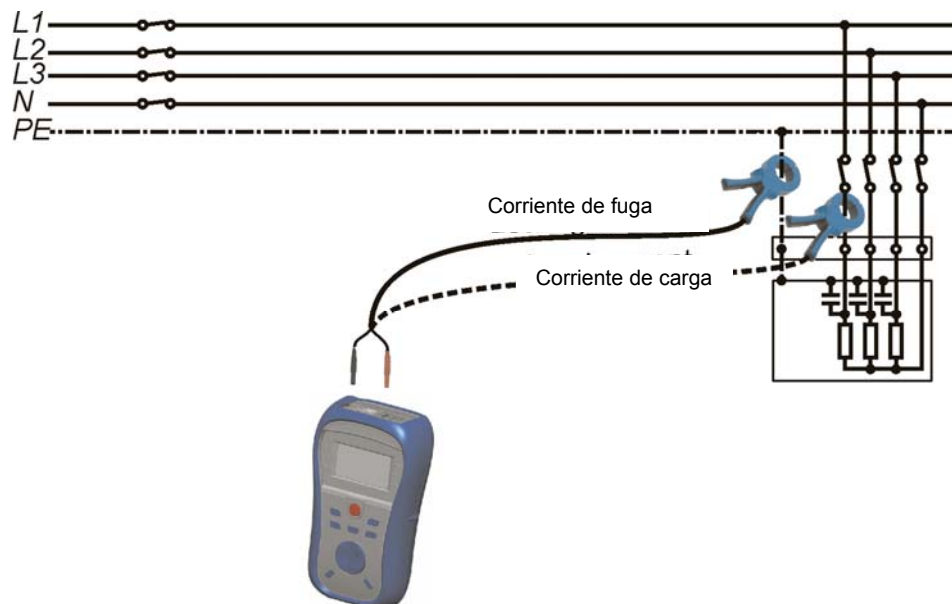

Figura 5.12: Mediciones de la corriente de fuga y de carga
- ❑ Rodee el conductor comprobado con la pinza de corriente (vea la figura 5.12).